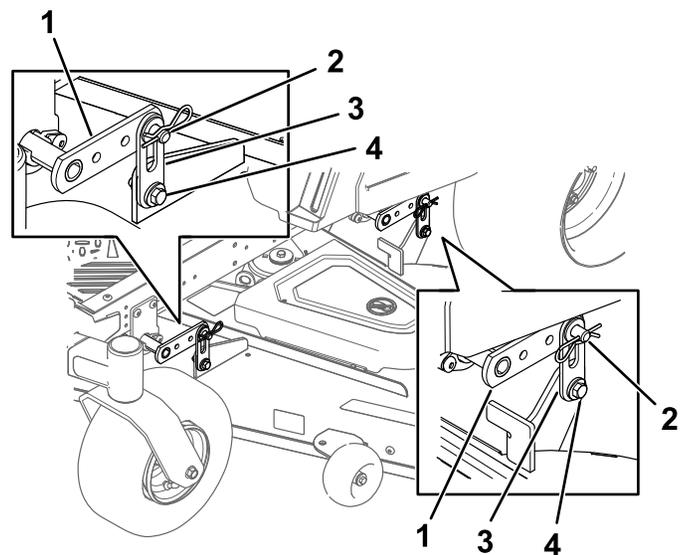

Figura 59
5. Afloje los pernos de ajuste en las cuatro esquinas, hasta que la carcasa quede bien asentada sobre los cuatro bloques (Figura 59).
6. Asegúrese de que los pasadores de la carcasa están en la parte superior de las ranuras de las pletinas de suspensión de la carcasa (Figura 59).
7. Apriete los cuatro pernos de ajuste (Figura 59).